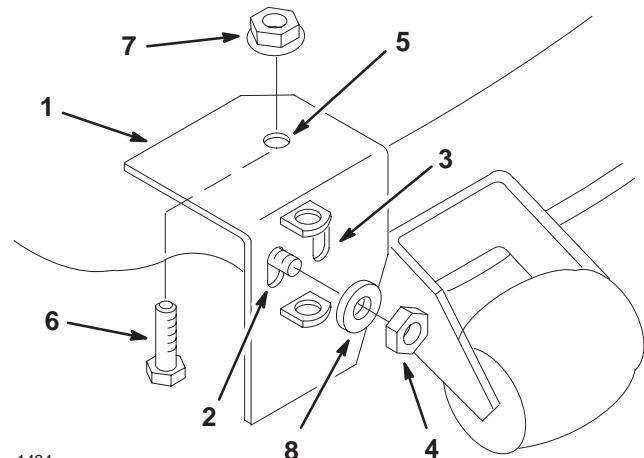

Figure 9
- Une fois le trou correct choisi, glissez le support de pivot sur l'écrou fileté qui est soudé à l'avant du plateau de coupe, près de l'ouverture d'éjection (Fig. 9).
- Alignez le support de pivot parallèlement au bord courbé avant et en appui contre le haut du plateau de coupe (Fig. 9). Fixez le tout dans cette position.
- Fixez le support de pivot au plateau de coupe avec un boulon (5/16 x 3/4 pouce) traversant le dessous du plateau et un écrou à collerette (5/16 pouce) (Fig. 9).